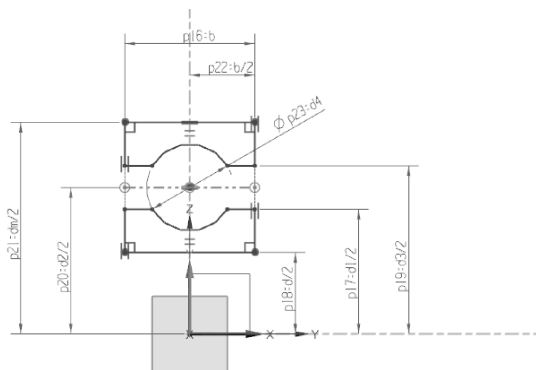

图 6-21 标注尺寸并设置表达式
- 04 单击【自动判断尺寸】按钮，然后以 Y 轴为定位基准，重新标注草图，尺寸标注均以表达式显示，如图 6-21 所示。